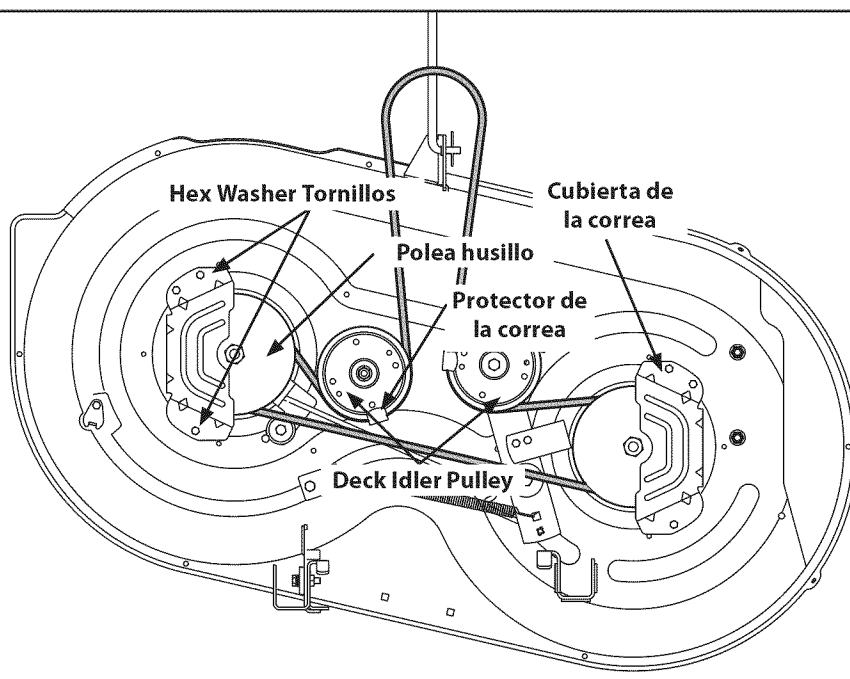

Figura 25
2. Retire la cinta cubre mediante la eliminación de los tornillos hexagonales que sujetan a la cubierta. Véase la figura. 25.
4. Retire con cuidado la cinta de cubierta de alrededor de las dos poleas del husillo y las dos poleas polea tensora de la cubierta. Véase la figura. 25.
5. Para colocar la correa nueva, empieza haciendo que el cinturón alrededor de las dos poleas exterior del huso, como se muestra en la figura. 25.
6. Luego, la cinta de ruta alrededor de las dos polines poleas de la cubierta como se muestra en la figura. 25.
9. Vuelva a instalar la cubierta, asegurándose de que la cinta sigue siendo derrotados en las poleas con las instrucciones. El enrutamiento de banda completa se muestra en la figura. 25.